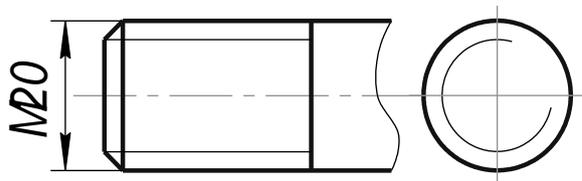

Рисунок 40
**ГОСТ 2.311 - 68** устанавливает правила изображения и обозначения резьбы на чертежах всех отраслей промышленности и строительства. Наружная резьба на стержне изображается сплошными толстыми линиями по наружному диаметру и сплошными тонкими линиями по внутреннему диаметру (рисунок 40).